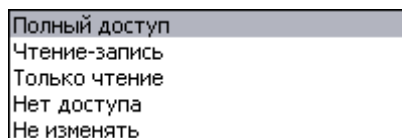

Рис. 32
2. Из появившегося списка типов доступа выберите тип для доступа по умолчанию (Рис. 32).